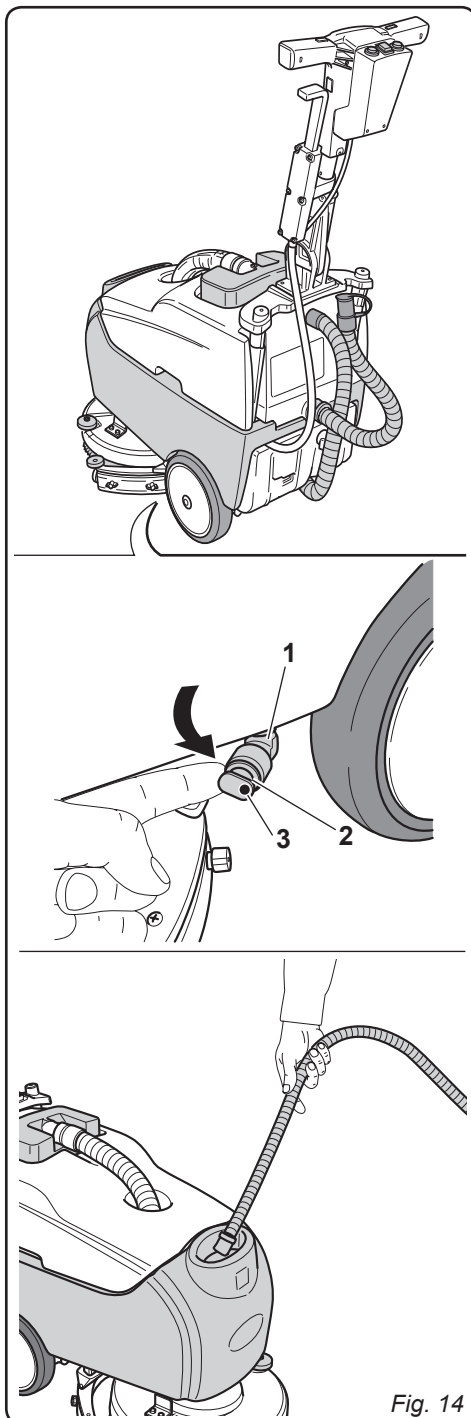

Fig. 14
11.1.a - Svuotamento e pulizia serbatoio acqua pulita (Fig. 14)